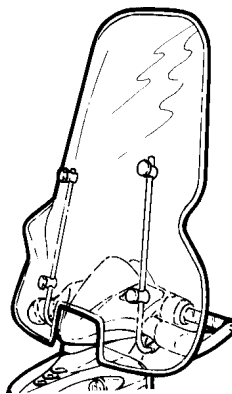

Fig. 3
- **WINDSCHUTZ** (Fig. 3): Zum Fahren während der kalten Jahreszeit gibt es einen eleganten und robusten Windschutz, der einfach am Fahrzeug angebracht werden kann. Der Windschutz wird komplett mit Befestigungsstangen und Schrauben geliefert.